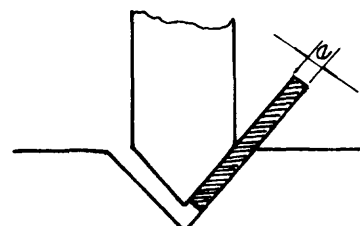

Fig. 3
- f Accione lentamente el mecanismo que levanta la estampa, mientras comprueba con un trozo plano de la chapa a doblar, usando como calibre fijo, que quede entre estampa y matriz un espesor igual al de la chapa. Fije allí el tope de descenso (fig. 3).